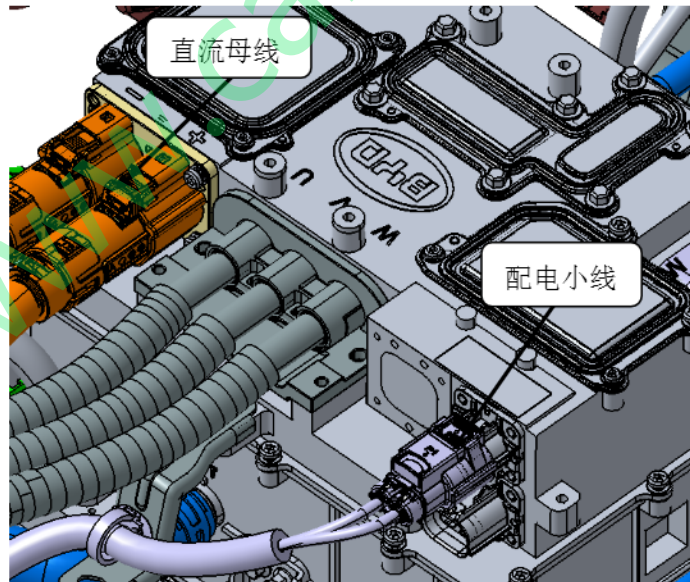

图 6.4
步骤② 拔掉二合一电控总成直流母线及配电小线（图 6.4）。